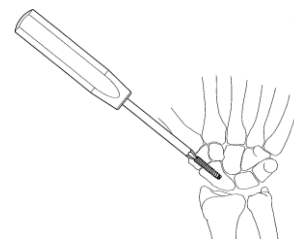

図7
- 1) 六角2.0 中空ドライバーにてスクリューを抜去します (図7)。固着してスクリューが抜去できない場合は無理に抜去せず、専用工具を使用して下さい。